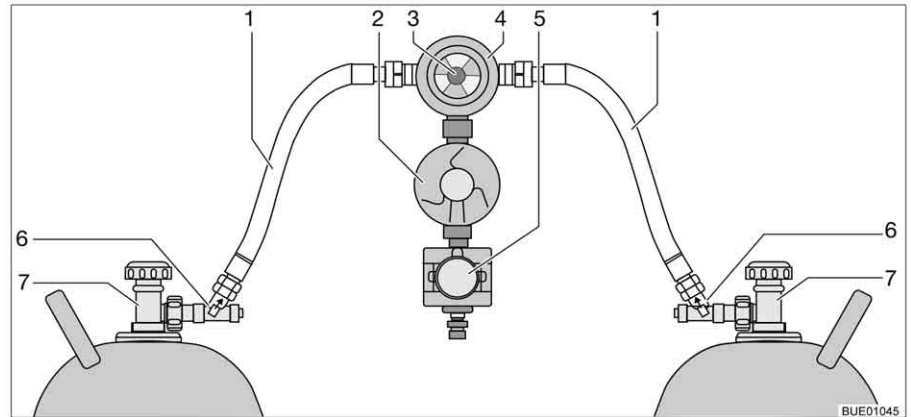

Fig. 92 Impianto di commutazione Crash Protection Unit
La Crash Protection Unit consiste di due limitatori di flusso con sblocco manuale (Fig. 92,6), di una valvola di commutazione (Fig. 92,4) con regolatore di pressione (Fig. 92,2), di una elettrovalvola (Fig. 92,5) e di una centralina di controllo con LED a tre colori. La valvola di commutazione viene montata tra i due tubi del gas (Fig. 92,1).
Con la manopola (Fig. 92,3) sulla valvola di commutazione è possibile stabilire, quale delle bombole del gas viene utilizzata come bombola in uso e quale bombola del gas viene utilizzata come bombola di riserva.
Sulla centralina di controllo (Fig. 93) possono venire azionate solo le funzioni elettriche. Le valvole principali di arresto delle bombole del gas (Fig. 92,7) e gli sblocchi (Fig. 92,6) devono essere aperti a mano.
- Aprire le valvole principali di arresto delle bombole del gas (Fig. 92,7).
- Premere gli sblocchi (Fig. 92,6) uno dopo l'altro per 10 secondi.
- Con la manopola (Fig. 92,3) sulla valvola di commutazione (Fig. 92,4) selezionare la bombola del gas, da cui proviene la principale alimentazione del gas (bombola in uso).
- Chiudere le valvole principali di arresto delle bombole del gas (Fig. 92,7).